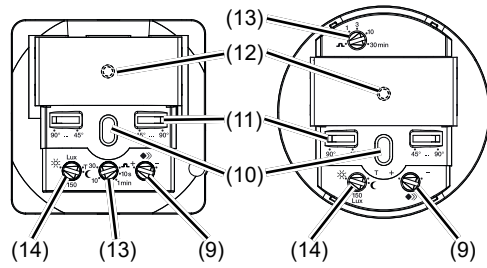
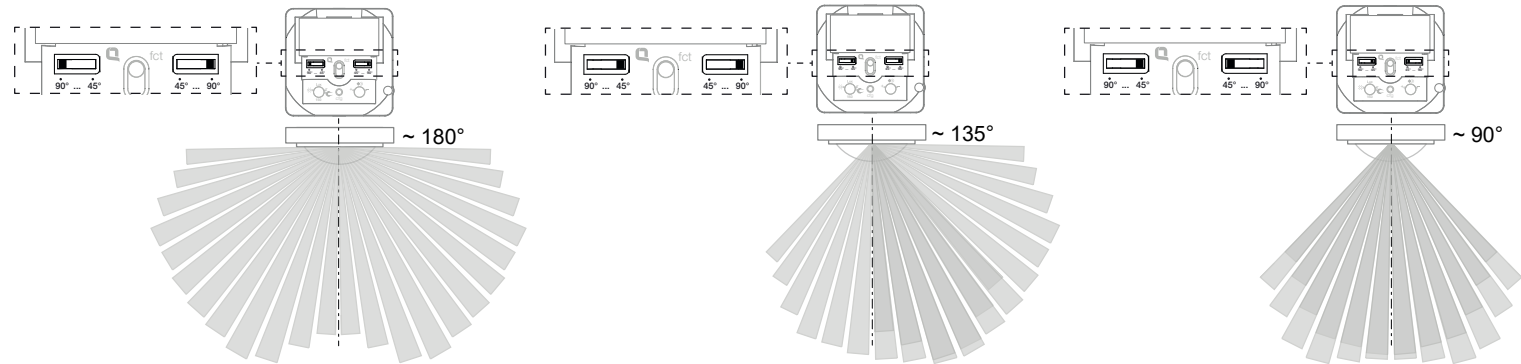

Figura 5: Elementi di comando e impostazione della parte posteriore della mascherina
Figura 8: Impostazione dell'angolo di copertura
❗ Se la messa in funzione deve avvenire tramite il telecomando IR, portare il potenziometro per la soglia di luminosità (figura 5, 14) sulla posizione T e successivamente applicare la copertura design a scatto.
L'angolo di copertura può essere limitato per il lato destro e per il lato sinistro su ogni dispositivo di impostazione (figura 5, 11) tra 45° e 90°. In tal modo l'angolo di copertura si trova tra 90° e 180° (figura 8).
■ Impostare l'esercizio di test. A tale scopo impostare il potenziometro per la soglia di luminosità (figura 5, 14) sulla posizione T.
■ Ruotare il potenziometro per la soglia di luminosità (figura 5, 14) nella posizione desiderata.
■ Ruotare il potenziometro per il ritardo di spegnimento (figura 5, 13) nella posizione desiderata.
■ Ruotare il potenziometro per il ritardo di spegnimento (figura 5, 13) nella posizione .
■ Ruotare il potenziometro per la sensibilità (figura 5, 9) nella posizione desiderata.
■ Portare il potenziometro della soglia di luminosità (figura 5, 14) in posizione T.